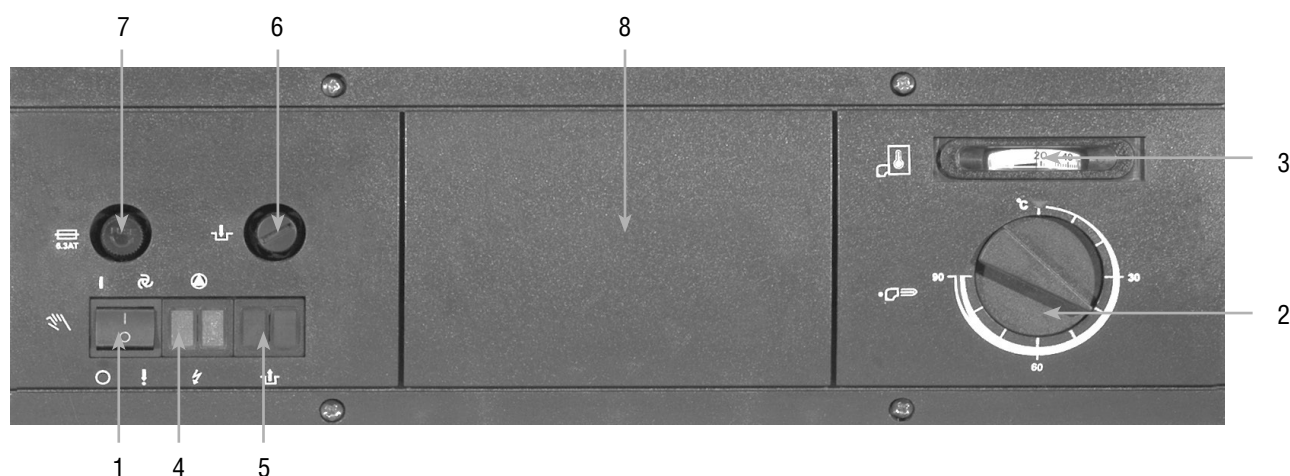

Рис. 5
- главный выключатель переведен в положение «вкл» (поз.1, рис.5);
- термостат котла выставлен на необходимую температуру (поз.2, рис.5);
- термостат безопасности (поз.6, рис.5) сработал от перегрева, для чего последовательно сделайте следующее:
На панели управления открутите защитный колпачок термостата (поз.6, рис.5)